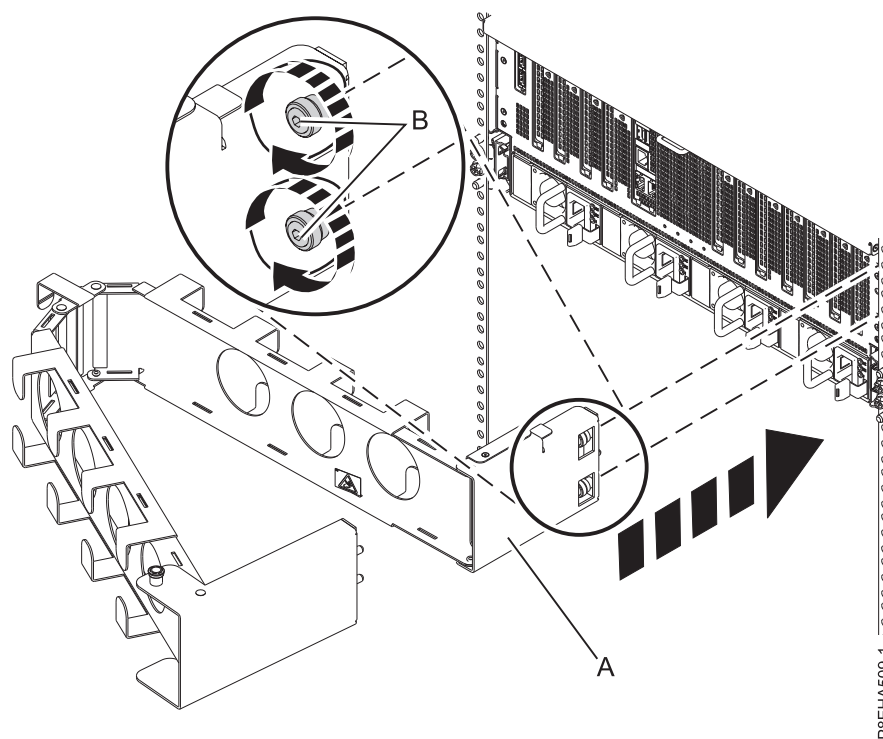

Figura 17. Conectando a placa interna ao chassis do sistema
1. Conecte a placa interna (A) ao chassi do sistema apertando manualmente os dois parafusos cativos (B) por meio dos furos roscados no chassi, conforme mostrado em Figura 17 na página 17. Depois, use a ferramenta hexa T25 que foi incluída em seu sistema para apertar mais os parafusos.